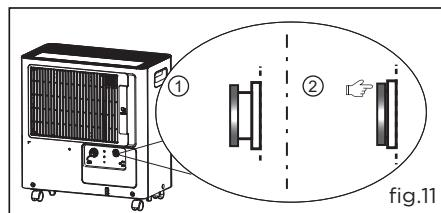

fig.11
- Pressez l'anneau de serrage du joint de vidange;(fig.11)